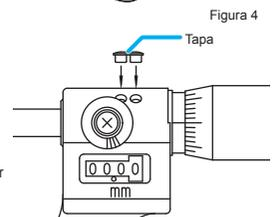

Figura 4
- 2 Quite la tapa. (Figura 4)
- 3 Gire el tambor mientras mira el interior del orificio derecho para alinear el tornillo de ajuste (13) en "1. Nombres de componentes") con la posición del orificio.